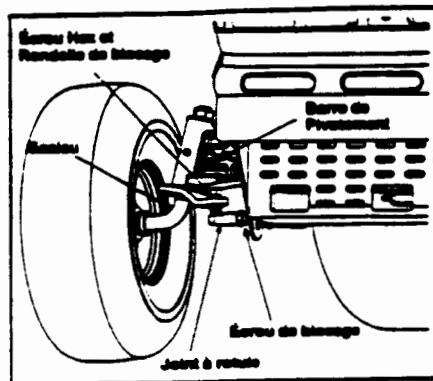

Figure 12
- Localisez les deux contre-écrous de l'autre côté du support de la barre de stabilisation. Voir la figure 12. Serrez les contre-écrous pour relever l'avant du plateau de coupe, desserrez-les pour abaissez l'avant du plateau.
- Retirer l'écrou à six pans et la rondelle-frein sur le dessus du joint à rotule. Voir la figure 12.